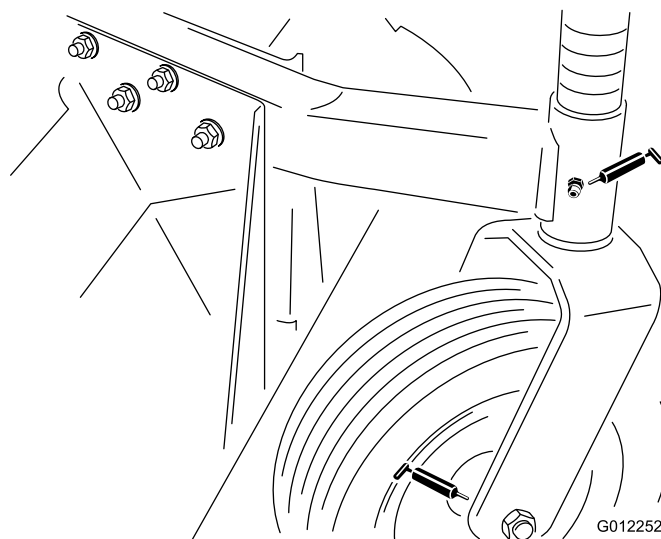
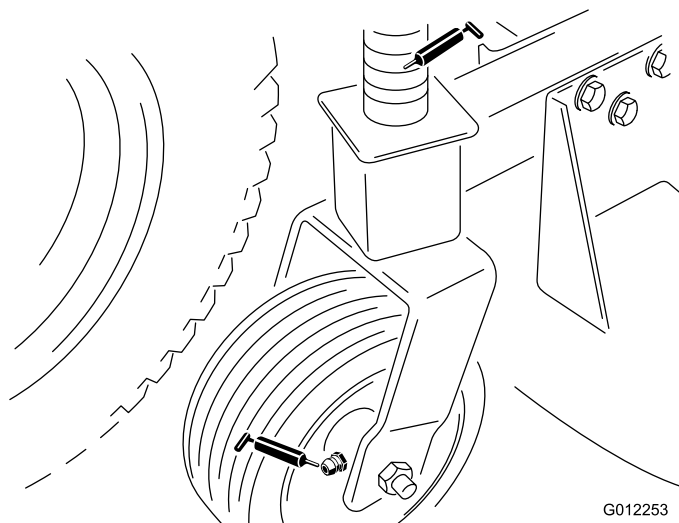

Figura 15
Figura 16
- Boccole dei fuselli delle ruote anteriori (Figura 15)
- Cuscinetti ruota orientabile (Figura 15) & Figura 16)
Rimuovete inoltre l'albero del fusello della ruota orientabile posteriore dal relativo braccio e rivestite l'albero esagonale con grasso universale n. 2 a base di litio o grasso a base di molibdeno ogni 50 ore (Figura 16).